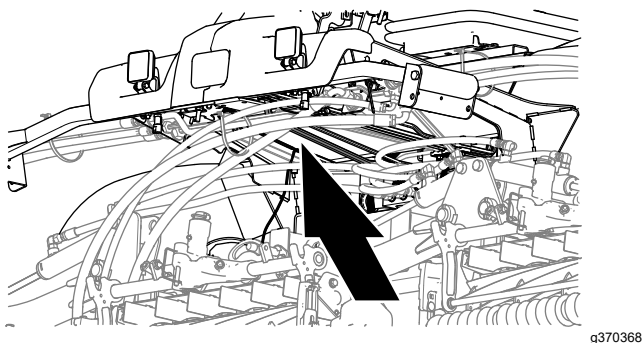
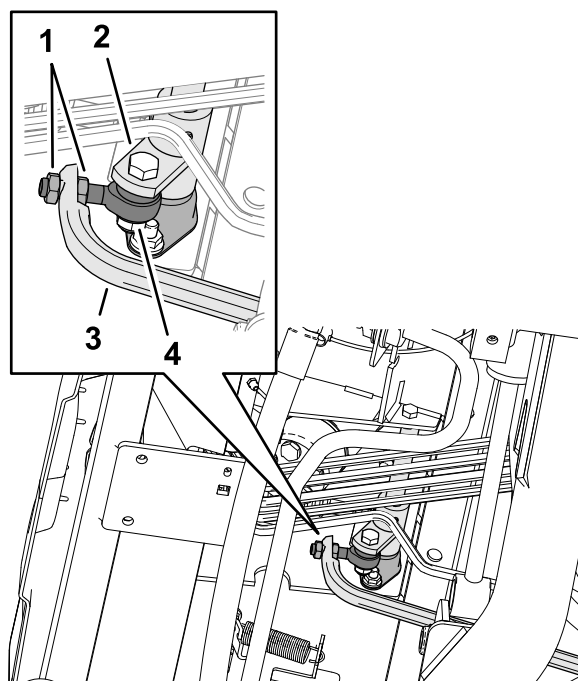

Figure 151
Figure 152
5. Ajustez les écrous de blocage à l'extrémité de la tige pour avancer la tige de déplacement et éliminer le déplacement vers l'avant, ou pour reculer la tige et éliminer le déplacement vers l'arrière (Figure 151 et Figure 152).